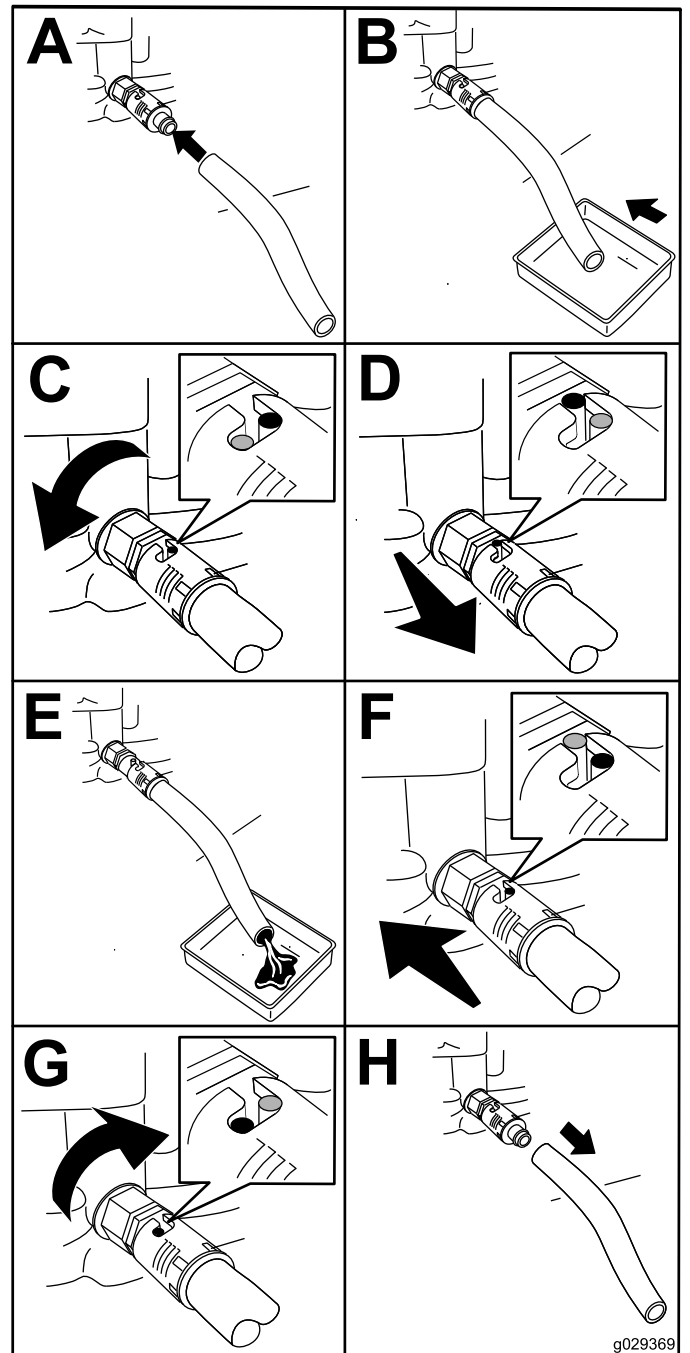

図 29
1. ドレンバルブに、ドレンホースを接続する **図 29**。
2. 容量 1 リットル程度の廃油受けの中にホースの端 **図 29** を入れる。
3. ドレンバルブを左に 1/4 回転させ、エンジンオイルが完全に抜けるのを待つ **図 29**。
4. ドレンバルブを右に 1/4 回転させてバルブを閉じる **図 29**。
5. ドレンホース **図 29** を外し、こぼれたオイルをふき取る。